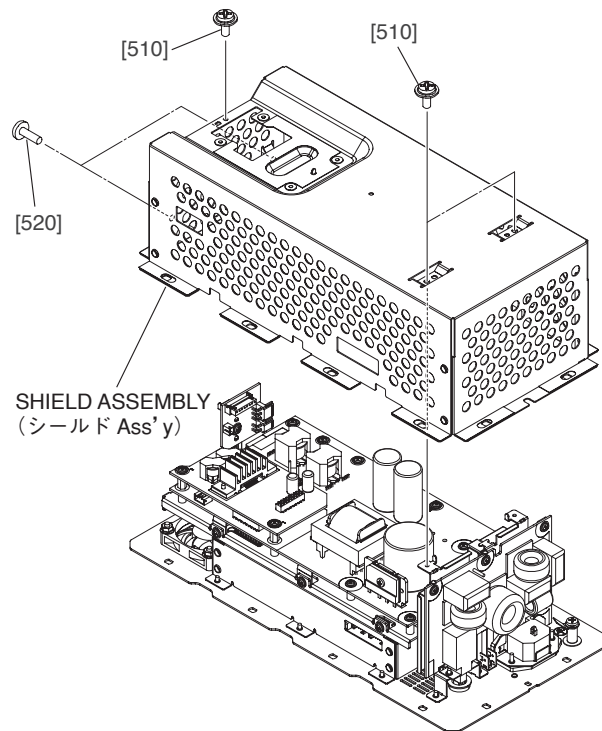

Fig. C-3(図C-3)
C-3-3 Remove the three (3) screws marked [510] and two (2) screws marked [520]. The shield assembly can then be removed. (Fig. C-3)
C-3-3 [510] のネジ 3 本と [520] のネジ 2 本を外して、シールド Ass'y を外します。(図 C-3)